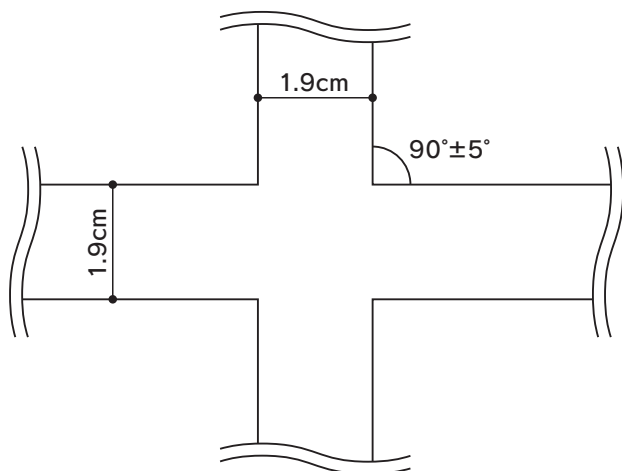

図1：交差点
- 2-4 ラインが交差するとき、交差の角度は 90 度 ± 5 度とする。(図 1 参照) ラインが交差する点の前後 25cm は、ラインは直線とする。